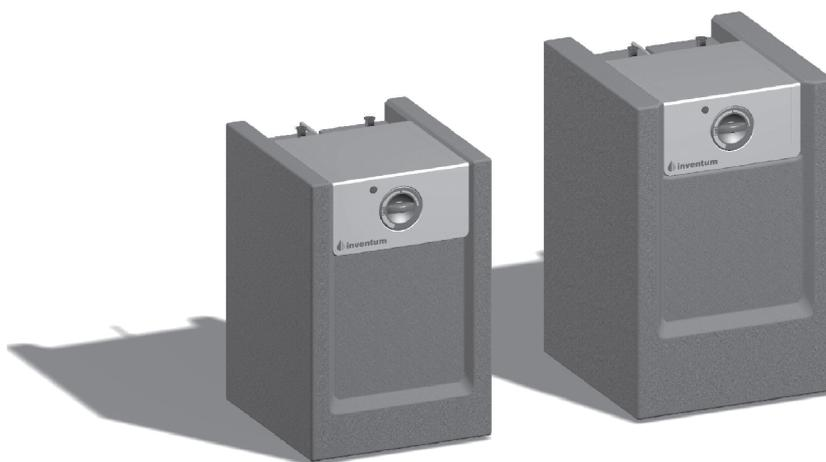

**Fig. 5.2: Inventum Q10 Hotfill keukenboiler**
**Let op! De koud waterleiding wordt gewoon op de koudwateraansluiting van de kraan gemonteerd! (zie fig. 5.2)**